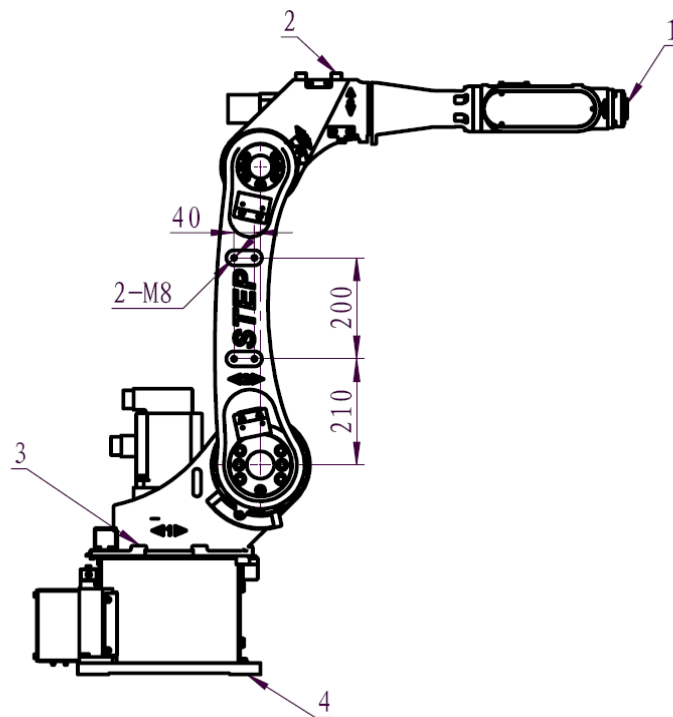
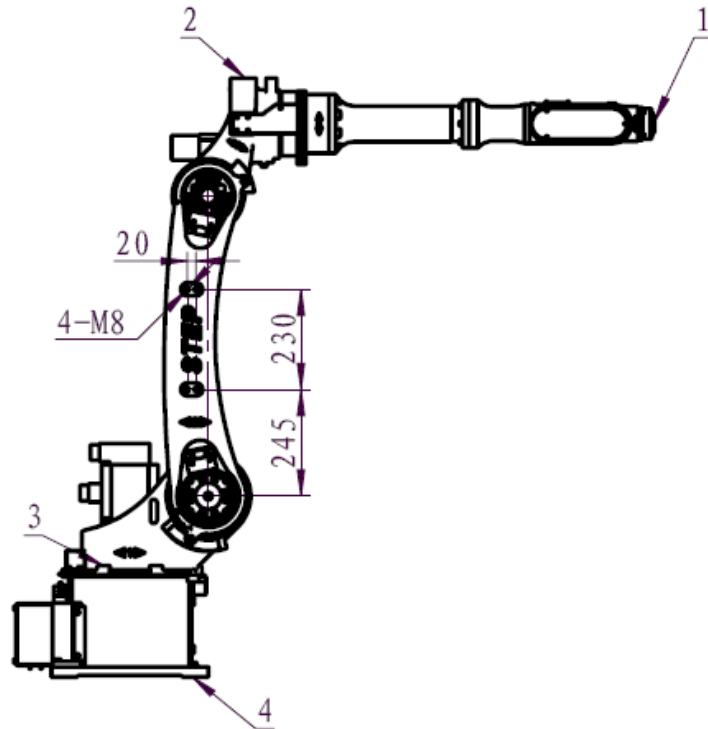

图 3-4 SA1400 大臂辅助安装孔尺寸图
图 3-5 SA1800 大臂辅助安装孔尺寸图
2、SA1400 大臂辅助安装孔尺寸如图 3-4 所示；SA1800 大臂辅助安装孔尺寸如图 3-5 所示。